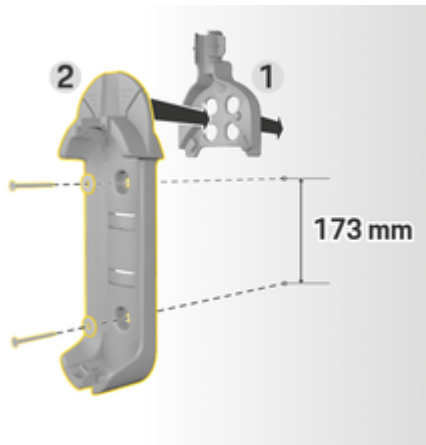

图 123: 钻孔尺寸
3. 将基本壁挂支架 2 (图 123) 从前面按入电缆线路导件 1 (图 123) 中。